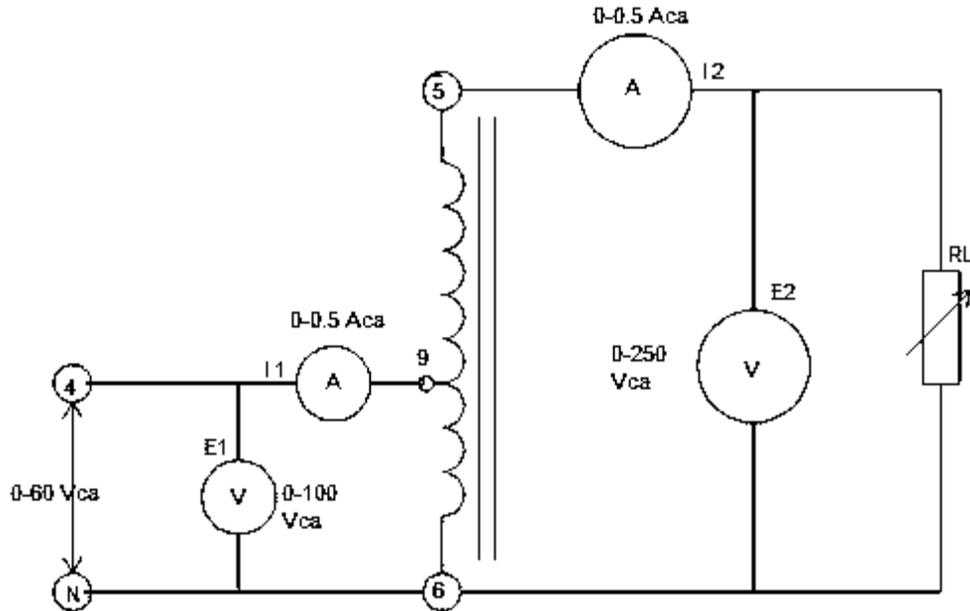

Figura 5.3
4. Conecte el circuito que se ilustra en la figura 5.3. Observe que el devanado 6 a 9 ahora está conectado como devanado primario, a la fuente de 60V c-a, mientras que el devanado 5 a 6 está conectado como secundario.